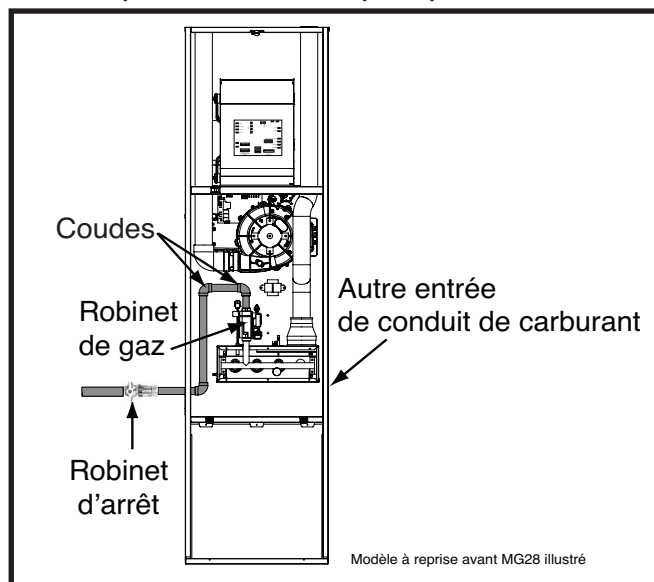

Figure 19. Raccordements de gaz typiques
- Certaines réglementations locales exigent l'installation d'une valve d'arrêt principal manuel et d'un raccord-union de mise à la terre à l'extérieur de la fournaise, comme indiqué à la Figure 19. La valve d'arrêt doit être facilement accessible pour l'entretien ou l'utilisation d'urgence. Communiquez avec le service public local ou le fournisseur de gaz pour connaître les exigences supplémentaires relatives à l'emplacement du robinet d'arrêt de gaz principal manuel.
La fournaise est installée avec une entrée de gaz à la base. Au moment de raccorder l'alimentation en gaz, prévoyez un dégagement entre la conduite d'alimentation de gaz et le trou d'entrée dans le boîtier de la fournaise pour éviter les bruits non désirés ou les dommages à la fournaise. Les raccords de gaz typiques sont montrés dans la Figure 19.
- Branchez la sortie **W** du thermostat à la borne **W1** des tableaux de commande de la fournaise. Ceci permet à la fournaise de toujours fonctionner en mode faible puissance. Voyez la Figure 19